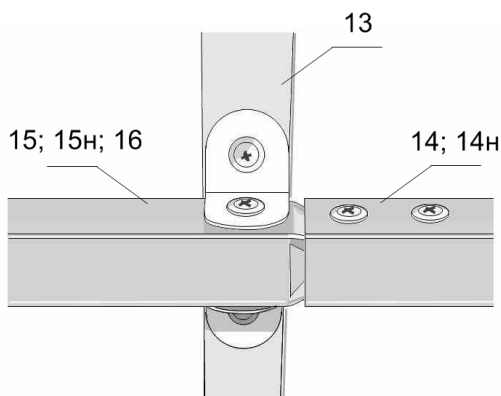

Рис. 15
3.10.1. Установите две 2м. секции напротив друг друга. Придвиньте 2м. секцию к другой двухметровой секции до плотного совмещения деталей № 14н и 15н, № 14 и № 15. В узлах соединений стрингера произведите крепление саморезами (см. рис.15).
3.10.3. Аналогично присоединяется двухметровое удлинение теплицы со стрингерами №16 к торцевой двухметровой секции со стрингерами № 15н; 15 (см рис. 15).